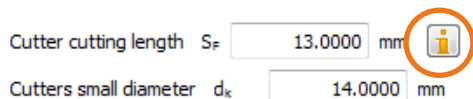

图 30. 输入摆线刀具参数
10. 已经在"**Manufacturing**"中选择了"**Face hobbing**"加工工艺。输入"Cutter cutting length"和"Cutters small diameter"刀具参数。点击信息按钮  显示一个表格，这个表格列举了标准摆线刀具。也可以自定义特殊铣刀（看图 30）；